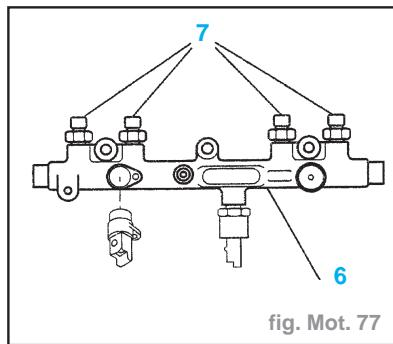

fig. Mot. 77
- désactivateur du 3ème piston de pompe haute pression carburant (2)
- régulateur haute pression carburant (4)
- bague d'étanchéité (1)
- raccord (3) de sortie haute pression (dysfonctionnement)
- Ne pas dissocier les raccords (7) de la rampe d'alimentation (6) (dysfonctionnement) (fig. Mot. 77).